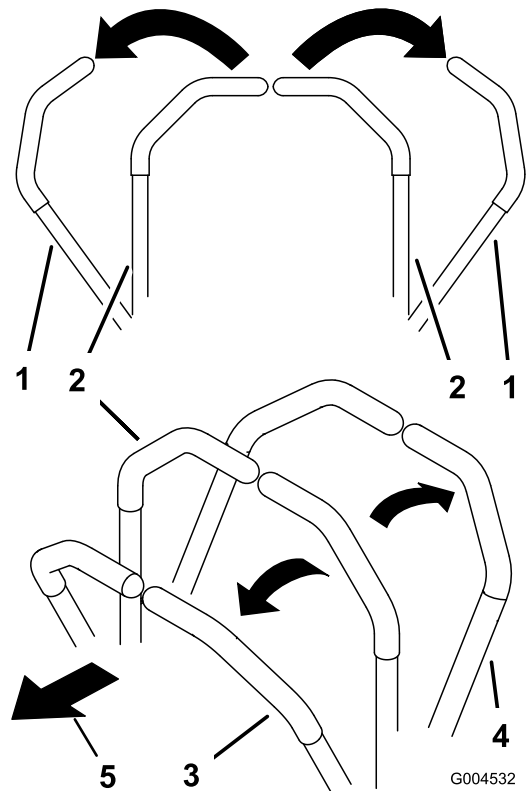

Bild 19
- Schieben Sie für das Vorwärtsfahren die Fahrtriebshebel langsam vorwärts (Bild 19).
- Ziehen Sie zum Rückwärtsfahren die Fahrtriebshebel langsam nach hinten (Bild 19).
- Zum Wenden, ziehen Sie beide Hebel nach hinten, um die Maschine zu verlangsamen; schieben Sie dann einen Hebel an der entgegengesetzten Seite zur Wenderichtung nach vorne (Bild 19).